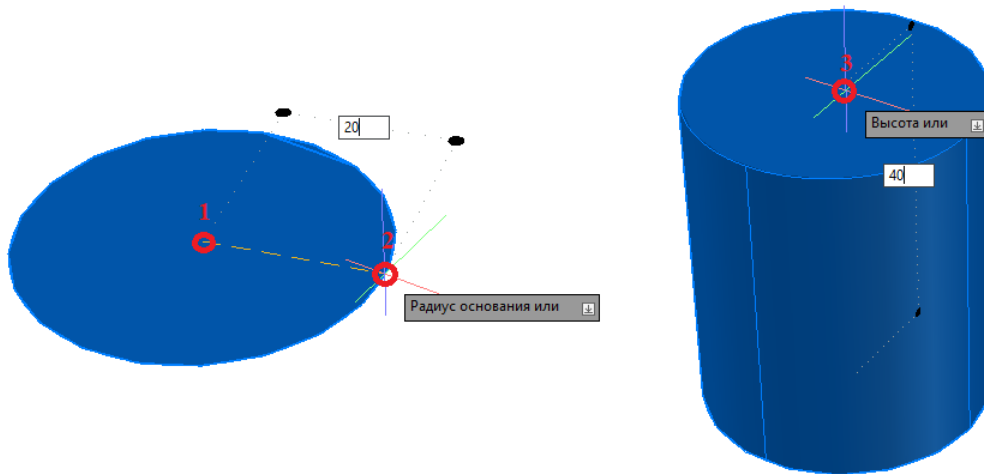

Рис. 4.5. Построение цилиндра
- команда «Цилиндр» позволяет создавать твердотельные цилиндры (рис. 4.5).